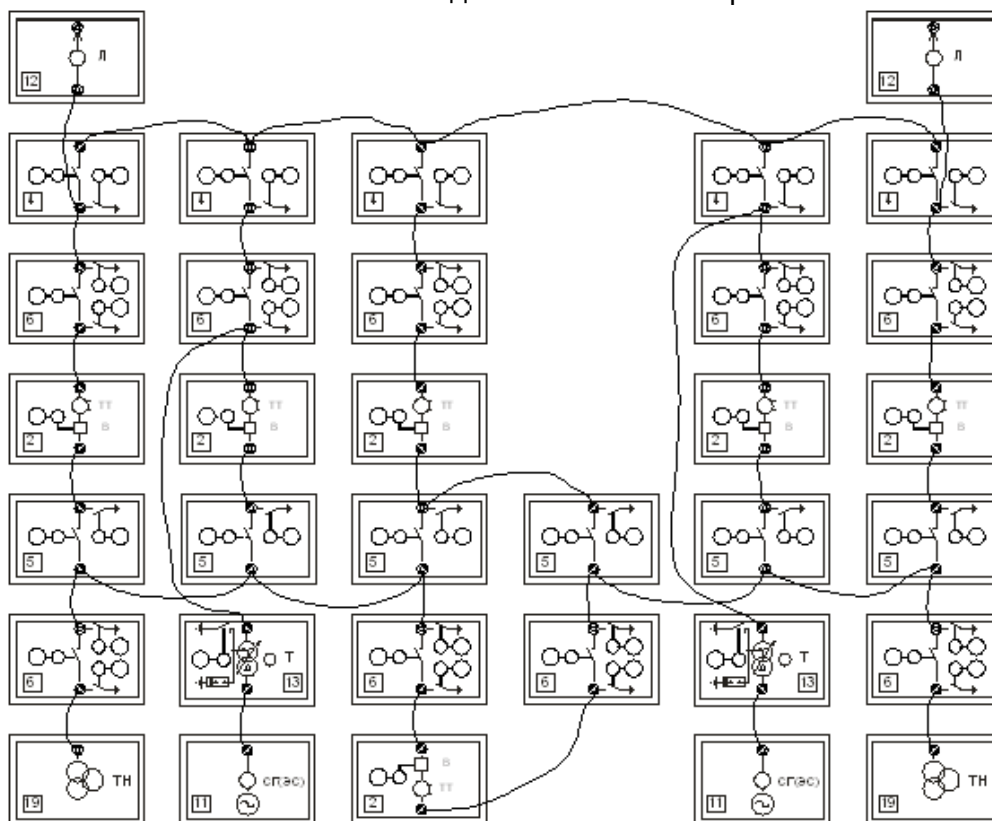

Рисунок 6.2 – Монтажная схема соединений РУ с одной секционированной выключателем и обходной системами сборных шин
4. Соберите схему (рисунок 6.2).